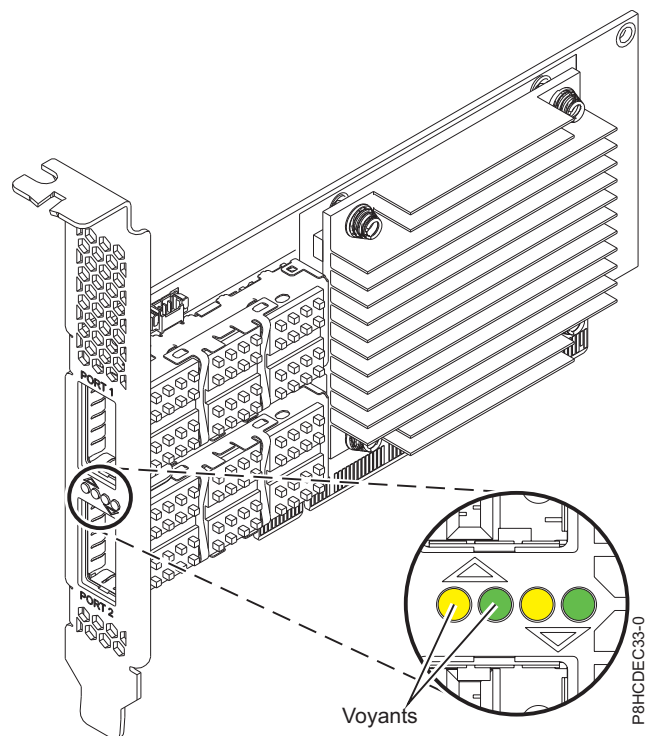

Figure 48. Carte FC EC33
**Remarque :** Les voyants représentés à la figure 48 indiquent les états suivants :